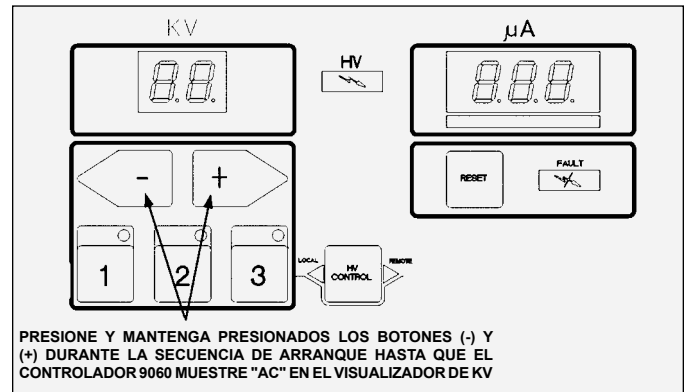

Figura 32: Ubicación de los botones (+) y (-)
- Presione y mantenga presionadas las teclas (+) y (-) que se muestran en la Figura 32 y luego encienda el interruptor de alimentación.